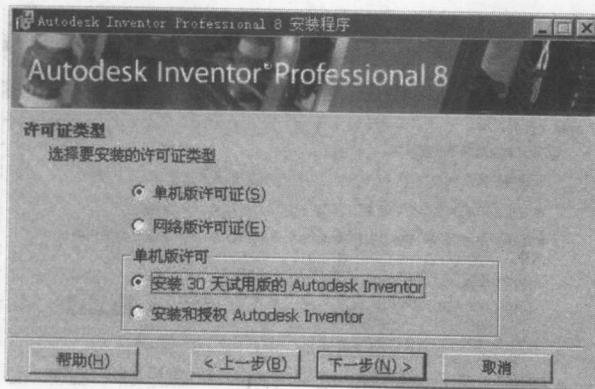

图 2-4 选择许可证类型
(3) 选择“我接受”选项，然后单击“下一步”按钮，进入许可证类型选择界面。在该界面中，要求选择许可证类型（也就是软件授权方式），如图 2-4 所示。